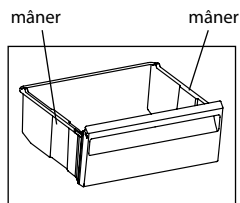

Figura 8
3.2.1 Coșurile SC au un mâner pe panoul frontal pentru încărcarea și descărcarea ușoară a produselor, precum și mâner pe suprafețele laterale (cu excepția coșului inferior) pentru deplasarea în afara frigiderului, în conformitate cu figura 8.